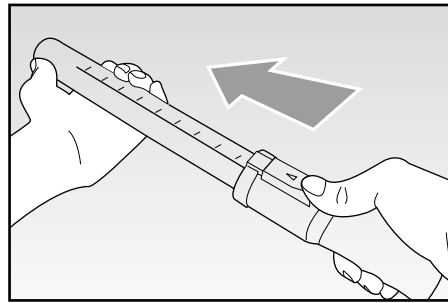

Fig. 5
Inserire il tubo prolunga sull'impugnatura e installare successivamente l'accessorio desiderato. Una volta inserito l'accessorio, è possibile estendere il tubo telescopico agendo sulla relativa leva a scatto (FIG. 5) fino alla lunghezza desiderata. Rilasciare la leva per fermarlo nella posizione desiderata.
- Spingere il dispositivo di scorrimento (N) in avanti ed estrarre la parte inferiore del tubo fino alla lunghezza desiderata (Fig. 5). Nel caso si voglia accorciare procedere in senso opposto.